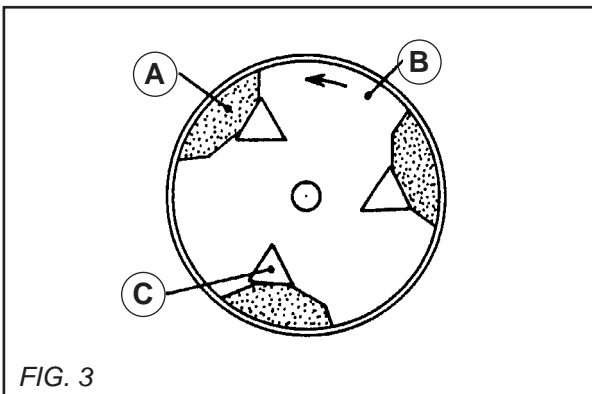

FIG. 3
- Placer le bloc magnésien **(A)** sur le plateau **(B)** de manière à présenter la partie angulaire du bloc entre la cale **(C)** et le bord du plateau. Encastrer le bloc en effectuant une pression tout en orientant la cale de façon que le bloc soit maintenu par la plus grande surface d'appui possible [VOIR FIG. 3].